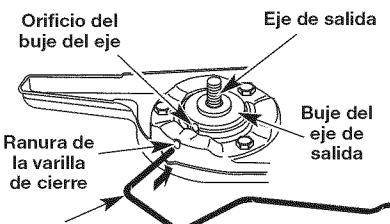

Fig. 7
- Alinee el orificio del buje del eje con la ranura de la varilla de cierre e inserte la varilla de cierre en el orificio del buje (Fig. 7).